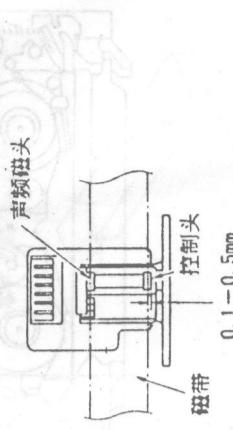

图57
(5) 检查是否无显著的扭曲或卷曲乘越过A/C磁头;
- 磁带底边距离控制头的磁心底边为0.1到0.5mm时, A/C磁头的高度为最理想, 如图57所示;
- ⑥继续执行细调。